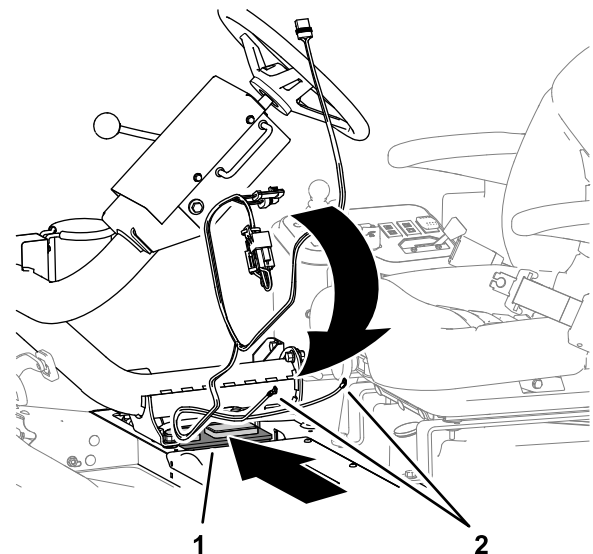

Bild 9
- Führen Sie die beiden Ringkabelschuhe des Stromkabelbaums durch die Öffnung, an der Sie die innere Akkubucht entfernt haben (Bild 9).